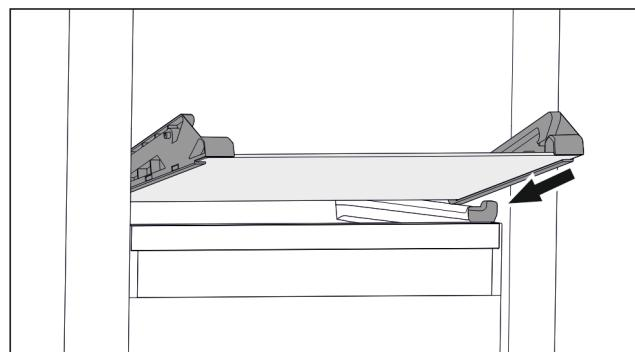

Fig. 93 Стъклена плоча на накланящото се чекмедже
- ▶ Поставете стъклената плоча под ъгъл зад ограничителите. (виж Fig. 93)